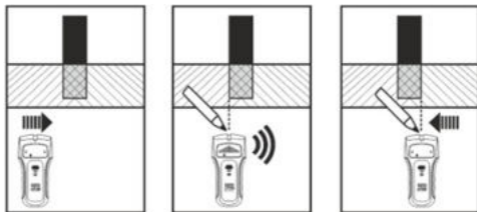

Fig. 3: Scansione di ricerca oggetto conduttivo
4. Impugnare lo strumento nella parte bassa e muoverlo lentamente sulla superficie da sinistra a destra (vedere Fig.3 – parte sinistra)
5. Quando la barra grafica centrale è mostrata a display (vedere Fig. 3 – parte centrale) lo strumento emette un suono continuo. Fermare lo strumento e marcare il bordo iniziale dell'oggetto sulla superficie
6. Proseguire la scansione di ricerca lungo la superficie finché la barra grafica non scompare e il suono va a cessare (vedere Fig.3 – parte destra). Marcare il bordo finale dell'oggetto